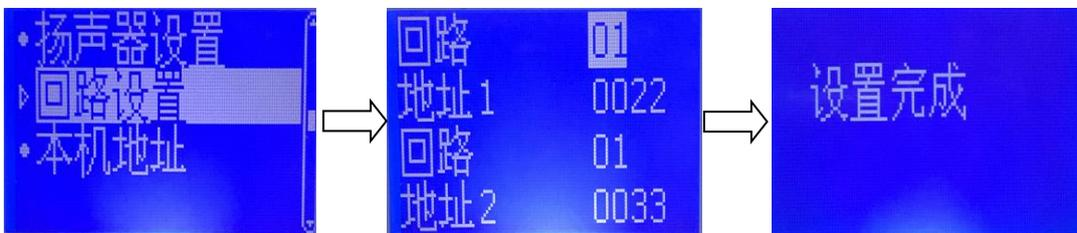

图5-22
**回路设置**是建立火灾报警控制器回路与广播分区对应关系的配置，如图5-22所示